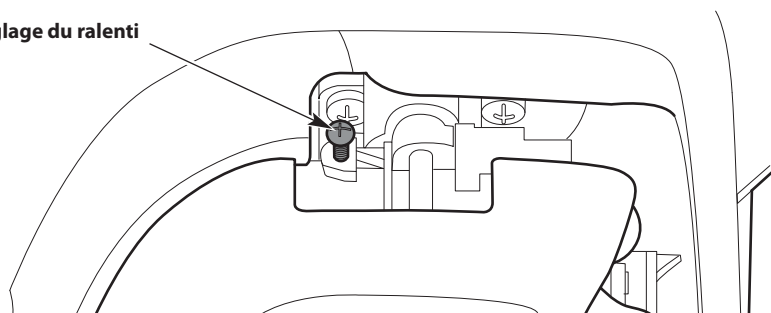

Fig. 27
- Si le moteur s'arrête, augmentez le régime de ralenti. Utilisez un petit tournevis cruciforme pour tourner la vis de ralenti vers la droite, de 1/8 de tour à la fois, et ce, jusqu'à ce que le moteur tourne bien au ralenti (Fig. 27).
- Si la tête de coupe tourne lorsque le moteur est au ralenti, réduisez le régime de ralenti. Tournez la vis de ralenti vers la gauche, de 1/8 de tour à la fois, jusqu'à ce que la tête de coupe cesse de bouger (Fig. 27).